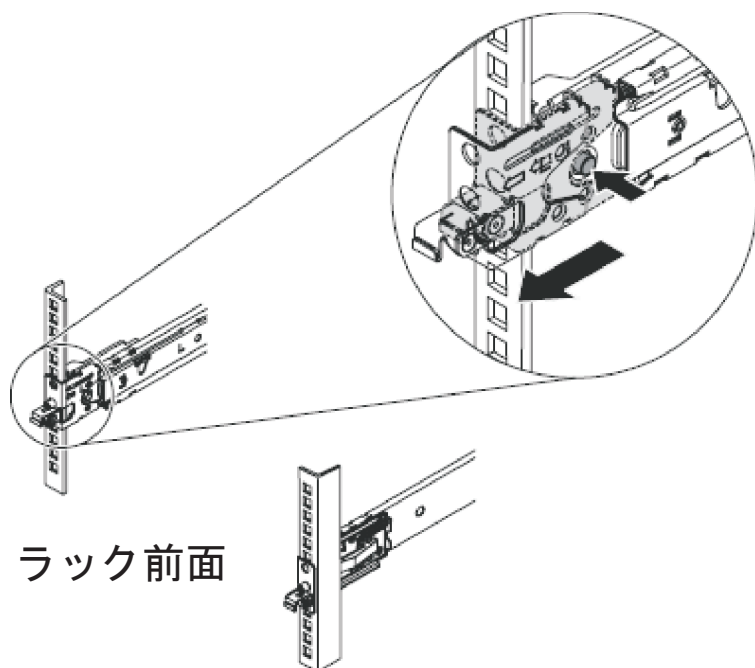

図 56. スライド・レールの前部端の取り外し
3. 図 56 に示すように、スライド・レールの前部端を取り外します。
5. 図 56 に示すように、スライド・レールの後部端を取り外します。